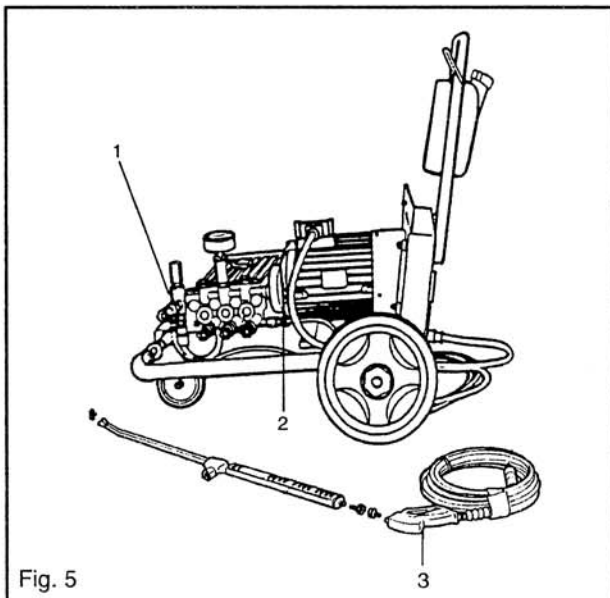

Fig. 5
- 1.7.1 **Válvula de seguridad térmica:** dispositivo localizado en el circuito de baja presión (Fig. 5 pos. 2) y tiene como función descargar el agua recalentada por el efecto BY-PASS de la bomba. Este descargue permite la introducción de agua fría al circuito evitando el deterioro de las partes de la bomba.
- 1.7.2 **Válvula de seguridad del circuito de alta presión:** esta función la realiza la valvula "POP - OFF" que gracias al grande resorte que posee, controla el dispositivo de aguja a la entrada del circuito, cerrando este cada vez que encuentra un obstaculo en éste o en la lanza, (Fig. 5 pos. 1) en el caso que la presión nominale supere 15%.
- 1.7.3 **Pistola:** ésta es del tipo hombre presente (Fig. 5 pos 3). La pistola posee un gatillo de regreso automático, cuando este está cerrado, es imposible que la pistola se abra accidentalmente. Así se evita que el agua salga de la lanza sin ningún control.
- 1.7.5 **Dibujo axonométrico de la localización de los dispositivos de seguridad (Fig. 5).**